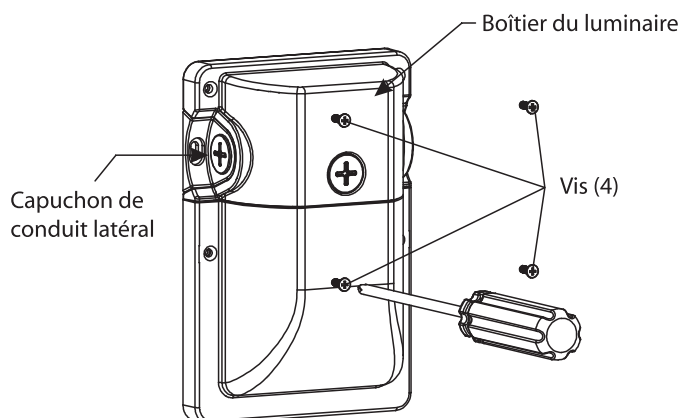

Fig. 1
1. Desserrer les vis latérales du boîtier (4) comme indiqué en Fig. 1